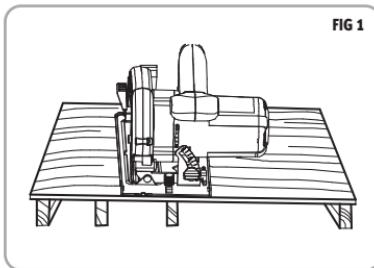
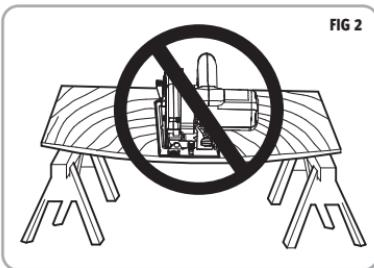

FIG 1
FIG 2
- 02** Sujete los paneles grandes como se muestra (FIG 1). El material sujetado sólo en los extremos (FIG 2) provocará pellizcos de la hoja.